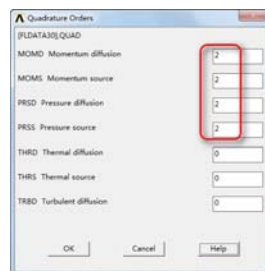

图 9-34 “Quadrature Orders”对话框
⑤依次选择 Main Menu→Solution→FLOTRAN Set Up→Mod Res/Quad Ord→CFD Quad Orders，会弹出“Quadrature Orders”对话框，如图 9-34 所示，在“MOMD Momentum diffusion”输入框输入 2，在“MOMS Momentum source”输入框输入 2，在“PRSD Pressure diffusion”输入框输入 2，在“PRSS Pressure source”输入框输入 2，其余采用默认设置，单击“OK”按钮关闭该对话框。